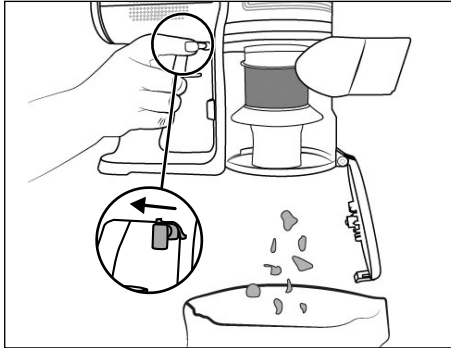

Abb. 16
- 1) Halten Sie das Gerät über einen Abfalleimer und drücken Sie die Staubbehälterdeckel-Entriegelungstaste **4** nach links. Der Staubbehälterdeckel **6** öffnet sich und der Inhalt wird in den Abfalleimer entleert (siehe Abb. 16). Schliessen Sie danach den Staubbehälterdeckel **6** mit der Hand.